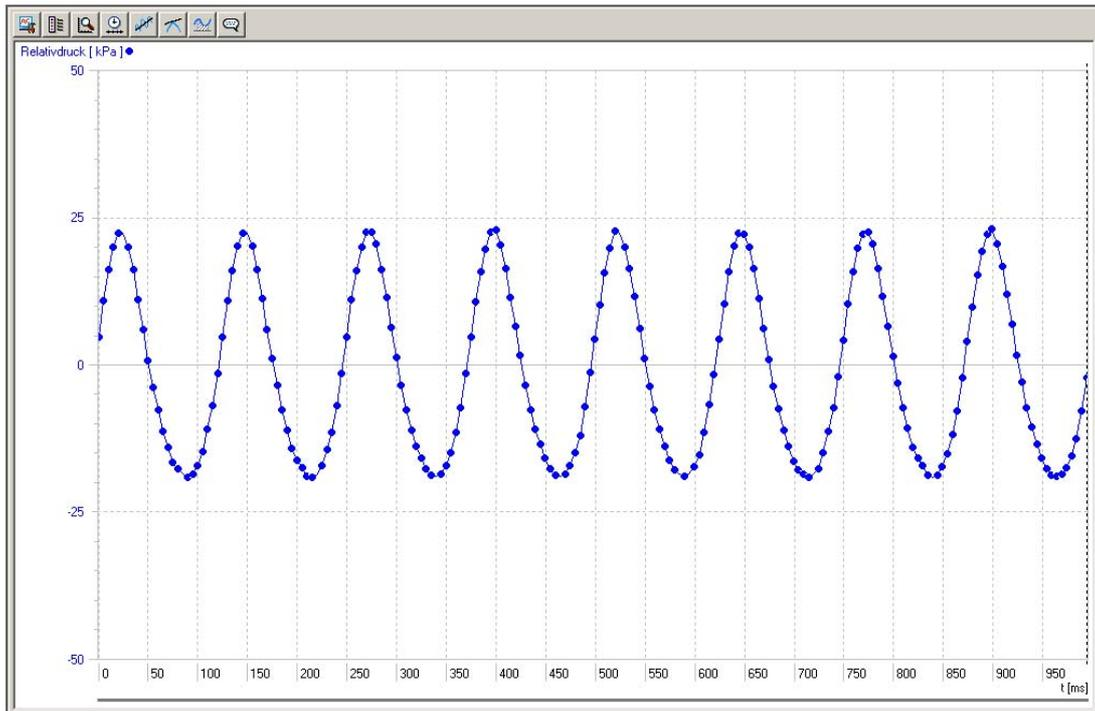

Fig. 2 Courbe de pression dans le moteur Stirling U10050
- Évaluez la courbe de mesure (fig. 2).